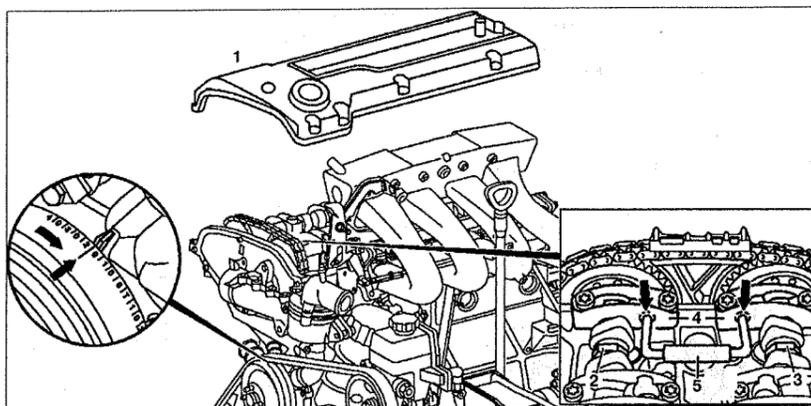

Рис. 2.26. Проверка основного положения распределительных валов:
11. Снимите крышку головки блока цилиндров 1 (см.рис.2.26).